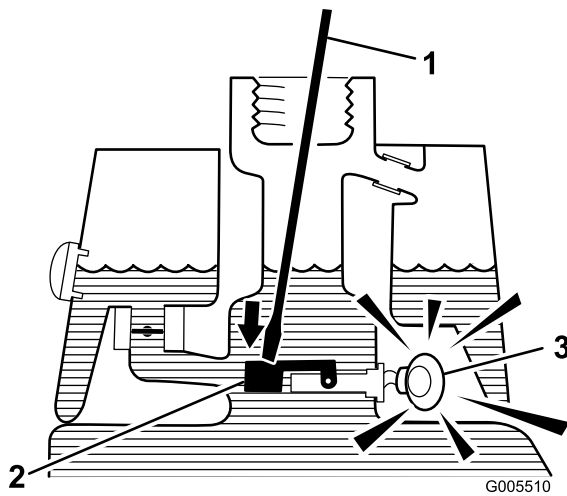

図 28
3. 汚れのない棒やドライバを差し込んで、フロートを軽く押さえてやる(図 28)。秒後にアラームが鳴れば正常である。